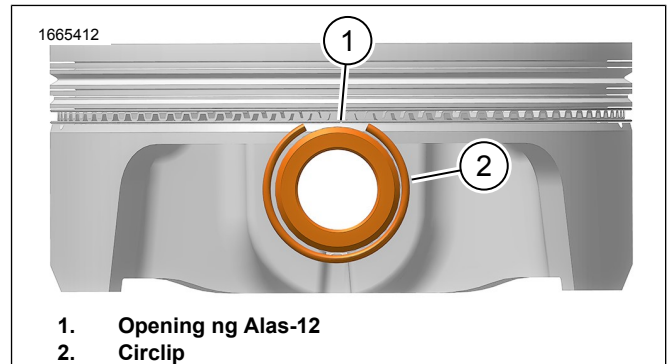

Figure 5. Posisyon ng Circlip sa Piston
- Figure 5 Tiyaking ganap na nakapasok ang circlip (2) sa uka.
- Dapat nasa posisyong alas-12 ang circlip opening (1).